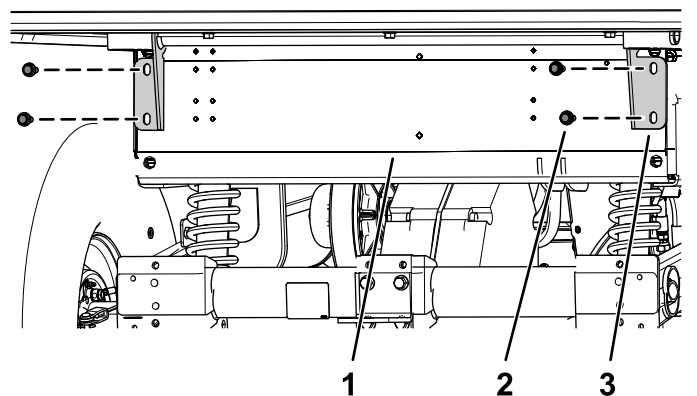

Bild 5
7. Entfernen Sie die vier Bundkopfschrauben (3/8" x 1"), mit denen die Scharnierhalterungen der Ladepritsche am Hinterrahmenkanal der Maschine befestigt sind (Bild 5).
3. Entfernen Sie die vier Bundkopfschrauben (3/8" x 1"), mit denen die Scharnierhalterungen der Ladepritsche am Hinterrahmenkanal der Maschine befestigt sind (Bild 5).